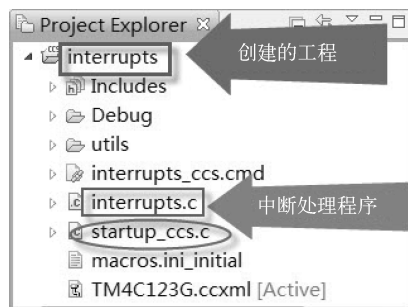

图 7-2 创建的 interrupts 工程
3) 在 CCS6 中创建 interrupts 工程，如图 7-2 所示。